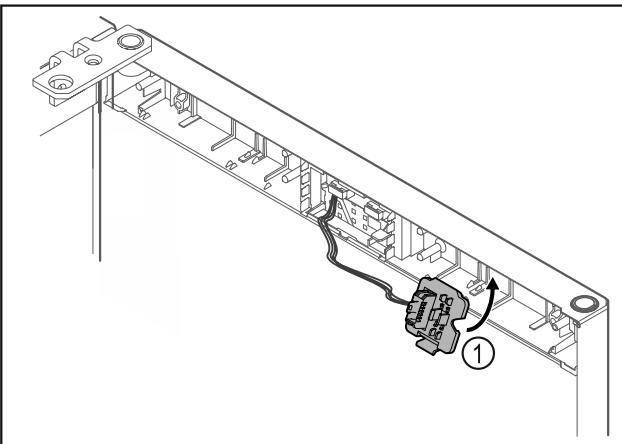

Fig. 24
- Установите и зафиксируйте держатель штекера Fig. 24 (1) на противоположной стороне.